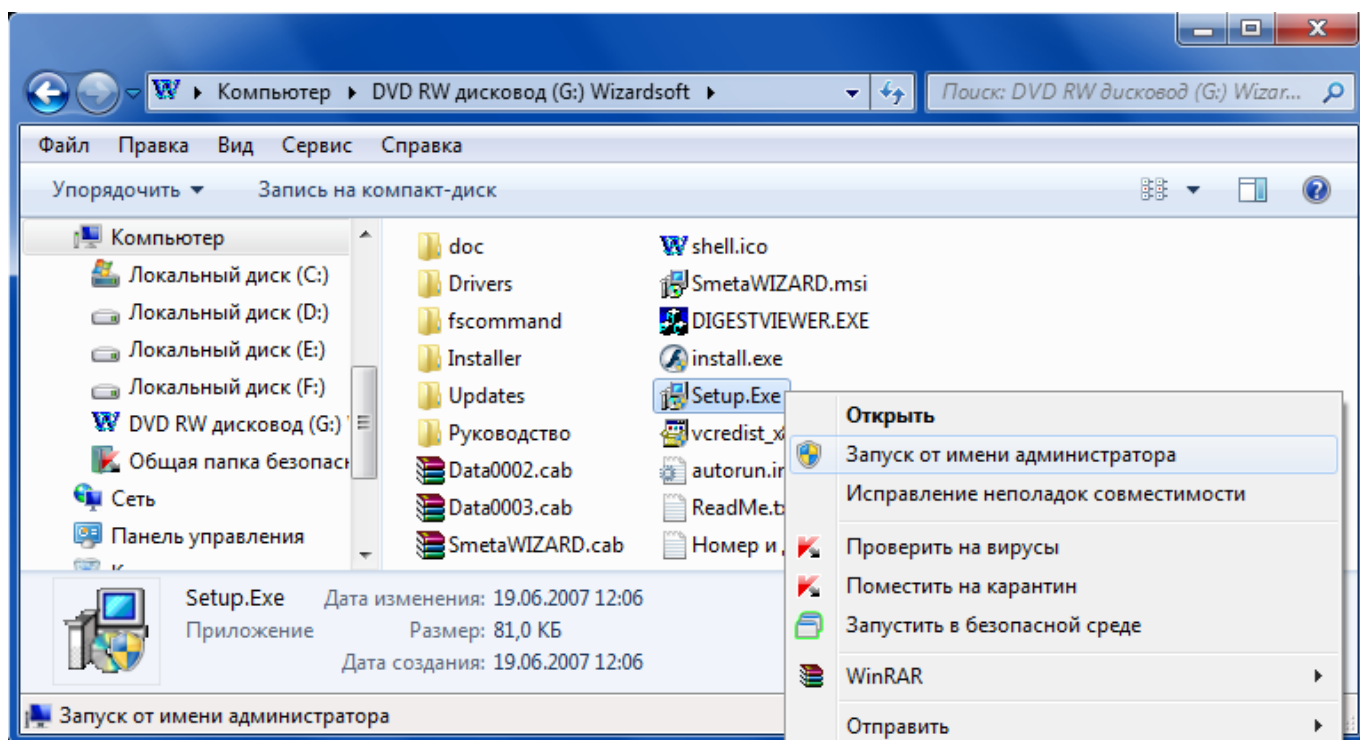

Рис. 10.1 Запуск файла Setup.exe от имени администратора
- 1.2. В открывшемся контекстном меню выбрать пункт Запуск от имени администратора (рис. 10.1);